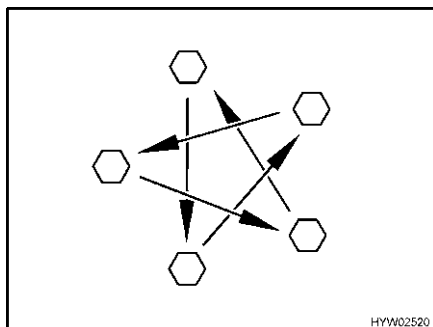

Bild 250 Dra åt hjulmuttrarna eller hjulbultarna korsvis
- Kontrollera regelbundet att hjulmuttrarna eller hjulbultarna är ordentligt åtdragna. Om du har bytt däck ska hjulmuttrarna eller hjulbultarna dras åt korsvis efter 5 mils körning (Bild 250). Åtdragningsmoment se avsnitt 13.5.2.
- ▷ Dra åt hjulmuttrarna eller hjulbultarna korsvis (Bild 250).